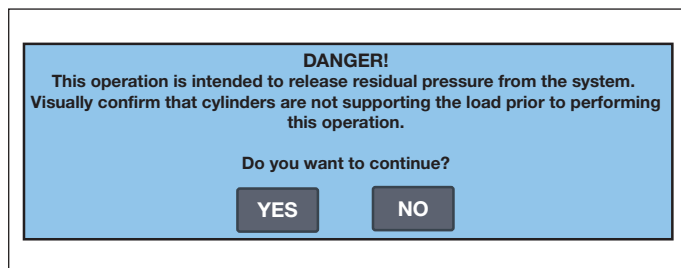

Abbildung 36, Warnhinweis zur Druckentlastung
6. Das System muss ein zweites Mal überprüft werden, um sicherzustellen, dass der Zylinder unbelastet ist. Wenn die Zylinder einer Belastung standhalten, tippen Sie auf die Taste „Yes“ (Ja). Siehe Abbildung 36.